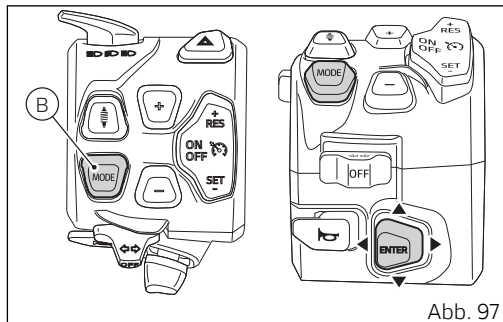

Abb. 97
- Die Taste (B, Abb. 97) drücken.